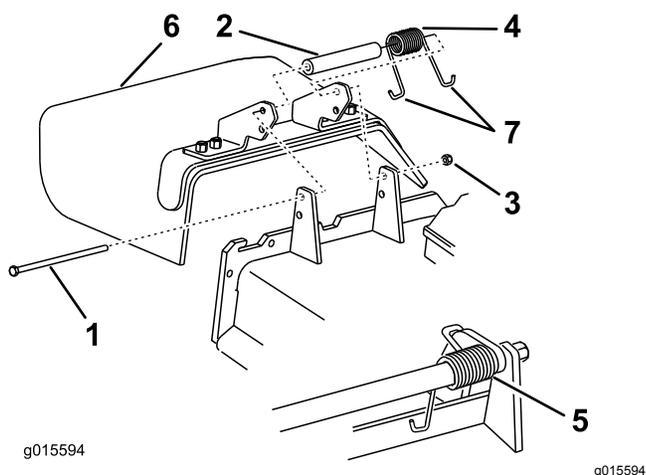

Figure 106
1. Retirez le contre-écrou, le boulon, le ressort et l'entretoise qui fixent le déflecteur aux supports de pivot (Figure 106). Déposez le déflecteur d'herbe s'il est endommagé ou usé.
Remarque: Prenez soin de placer une extrémité en J du ressort derrière le bord du tablier avant de mettre le boulon en place, comme montré à la Figure 106.
3. Remettez le boulon et l'écrou en place. Accrochez l'extrémité en J du ressort au déflecteur d'herbe (Figure 106).